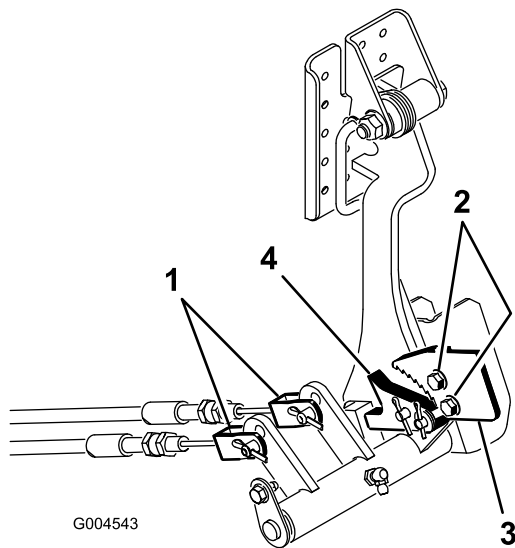

Figura 74
1. Retire los pasadores que fijan los cables de freno a la varilla del pedal de freno (Figura 74).
2. Afloje los 2 tornillos que fijan el trinquete del freno de estacionamiento al bastidor (Figura 74).
3. Pise el pedal del freno de estacionamiento hacia adelante hasta que la uña se engancha a fondo en el trinquete del freno (Figura 74).